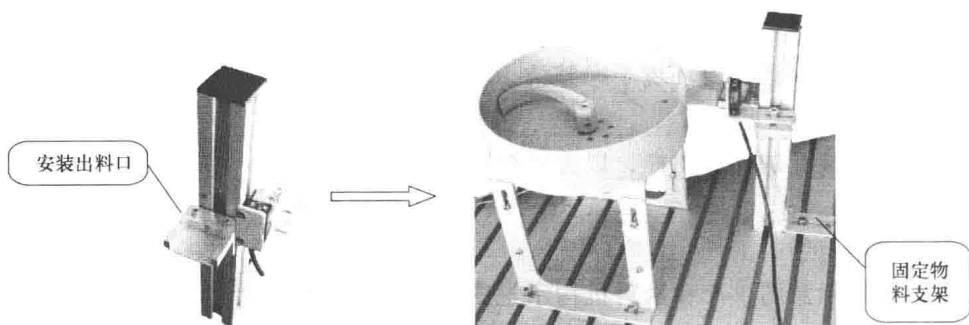

图 1-12 物料检测支架的安装过程
4) 安装物料检测支架。如图 1-12 所示, 安装出料口并将物料检测支架固定在定位处。